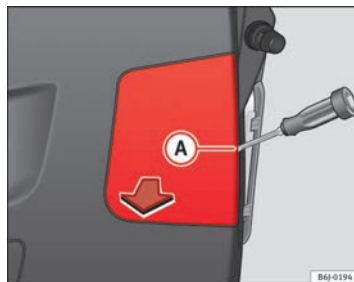

Fig. 171 Luces en el portón ▶
- Retire dicha tapa con ayuda de un destornillador de punta plana colocado en la ranura indicada **(A)** ⇒ fig. 171.